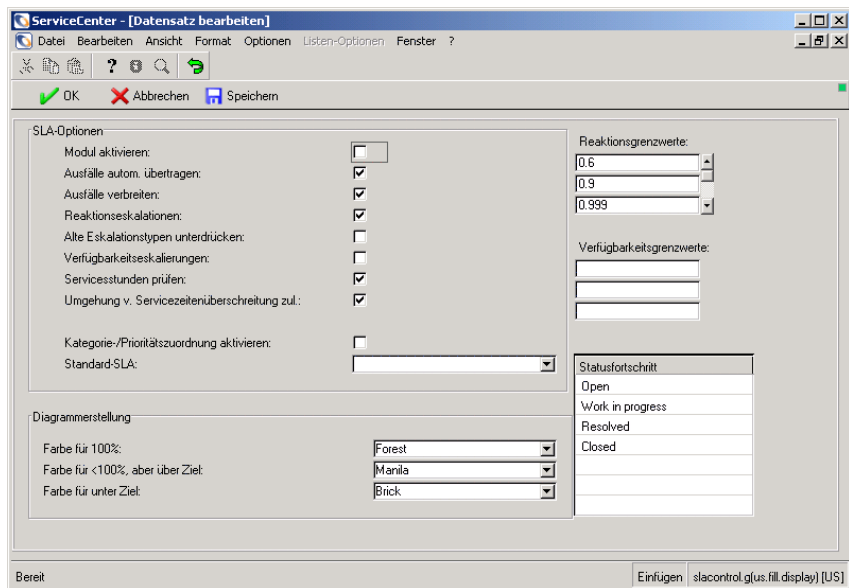

Abbildung 9-2: SLA-Konfigurationsdatensatz
- 2 Klicken Sie auf **Modul konfigurieren**. Abbildung 9-2 zeigt den SLA-Konfigurationsdatensatz.